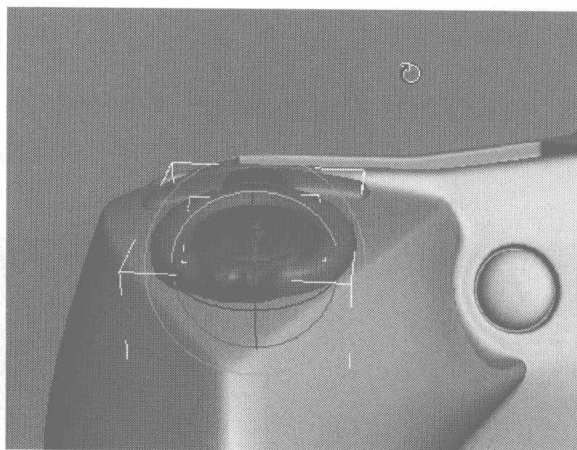

图 6.132
- 10 建立一个倒角圆柱体来制作快门按钮，如图 6.132 所示。